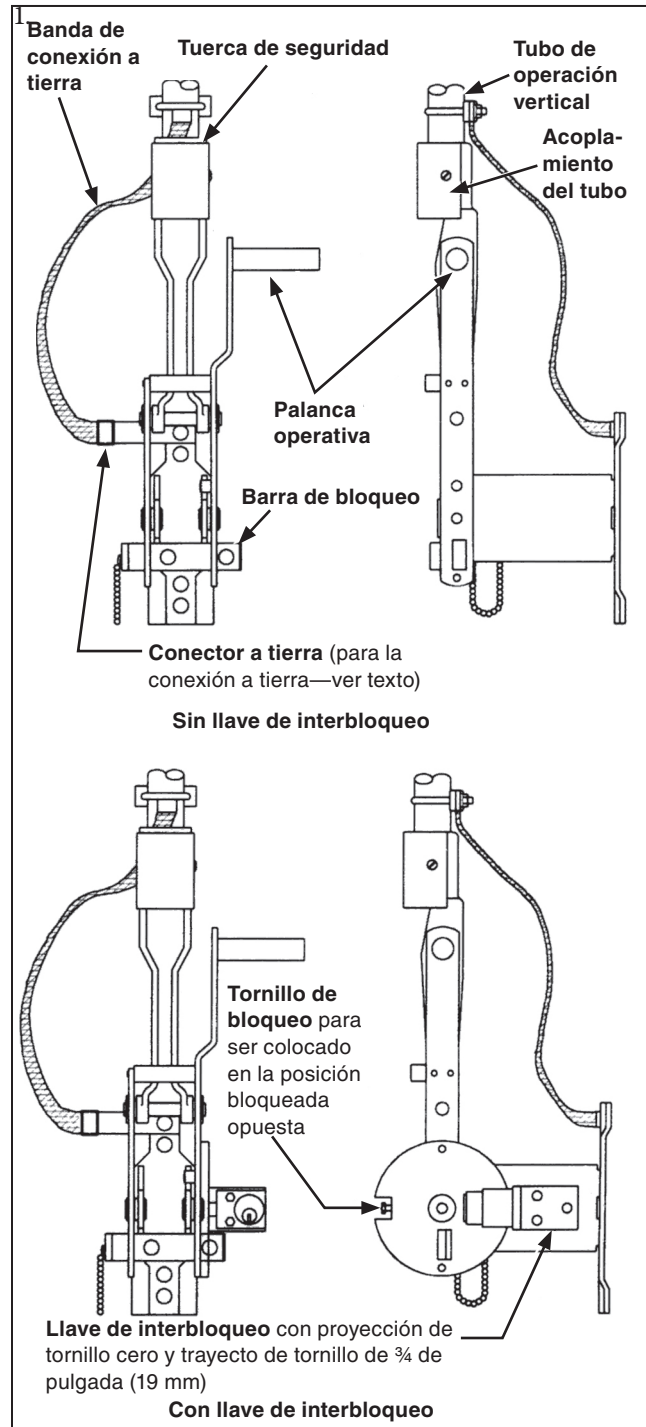

Figura 19. Ensamble de la palanca operativa.
- (f) Asegúrese de que los polos del interruptor estén completamente **Cerrados** y que la palanca operativa esté en la posición de cierre con una barra de bloqueo. Ver Figura 19.
Use el tubo operativo vertical como línea de plomo para ubicar la palanca operativa radialmente con el polo—ver Sección D-D del plano de montaje. Después, perforo dos orificios con diámetro de $\frac{1}{16}$ de pulgada (17 mm) en las ubicaciones que se indican en el plano de montaje, y coloque la palanca utilizando la varilla roscada de $\frac{5}{8}$ de pulgada o los tornillos pasantes (no se proporcionan). Al mismo tiempo, use uno de los tornillos de montaje de la palanca operativa para sujetar un extremo de la banda de conexión a tierra (el extremo con el conector de puesta a tierra va enganchado) a la placa de montaje de la palanca. Ver Figura 19.